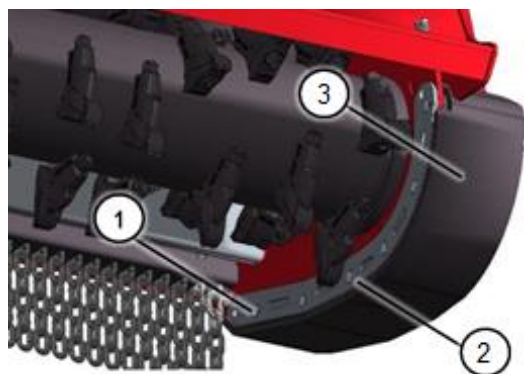

Рис. 71. Нижняя часть ротора с полозьями
- Проверьте защитные полосы (1) (Рис. 71) и полозья (3) слева и справа.